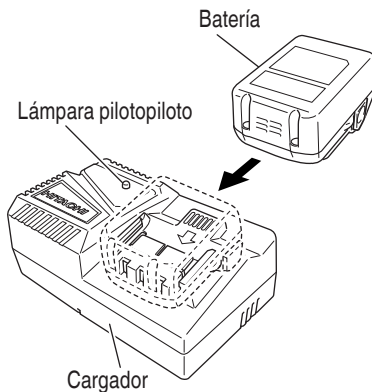

Fig. 4
2. Inserte la batería en el cargador de baterías. Introduzca la batería firmemente en el cargador como se indica en la Fig 4.